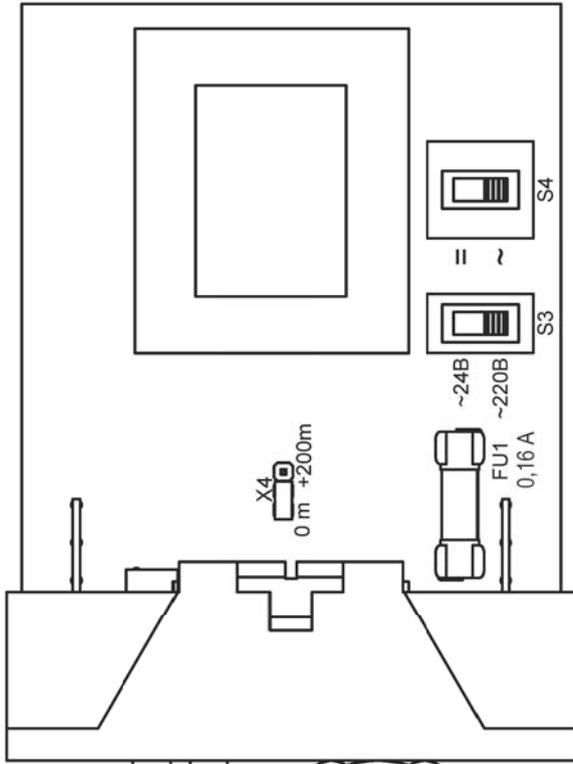

Рис.1 Плата передатчика
При длине линии свыше 2000 м, но не более 2200 м надо на плате передатчика (рис.1) переставить перемычку X4 в положение «+200m» и нажать кнопку «+400 м», на приёмнике переключатель «ДАЛЬНОСТЬx100 м» установить в положение 20.
1. Установить требуемое напряжение питания передатчика переключателями S3 и S4, расположенными на печатной плате (рис.1). Для вскрытия передатчика, необходимо отверткой через боковые пазы отогнуть защелки корпуса и выдвинуть крышку с печатной платой.